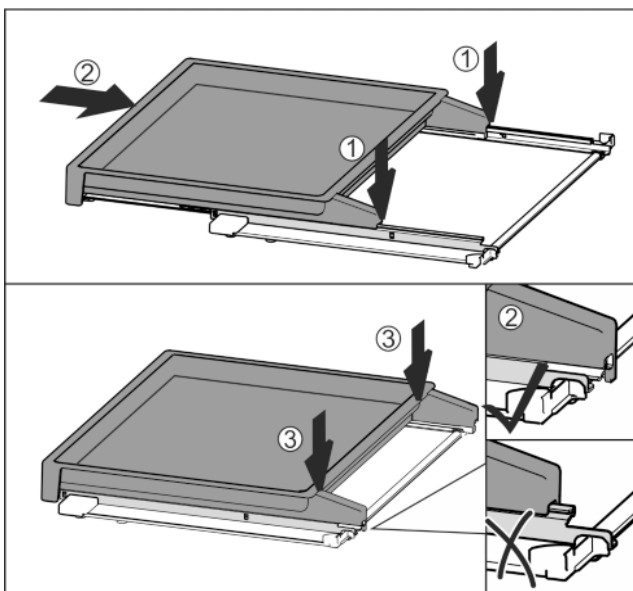

Fig. 38
- ▶ Поставете в средата върху релсите Fig. 38 (1).
- ▶ Вкарайте изцяло изтеглящата се дъска Fig. 38 (2).
- ▶ Натиснете от задната страна, докато се фиксира с щракване Fig. 38 (3).